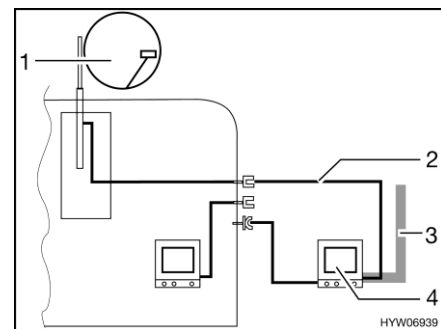

Bild 135 TV i förtältet
- TV i förtältet (Bild 135,4): Anslutning till takantenn (Bild 135,1) med anslutningskabel (Bild 135,2)
- TV i förtältet (Bild 135,4): Anslutning till extern antenn (Bild 135,3)